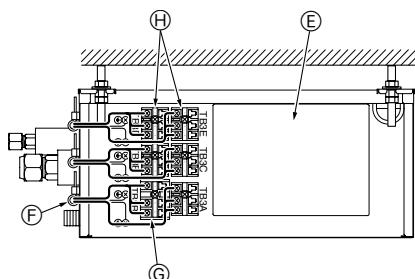

Fig. 9-3
- 4. Fije cada cable en su sitio mediante grapas sujetacables. (Fig. 9-3)
- 5. Conecte firmemente cada cable al bloque de terminales correspondiente. (Fig. 9-3)